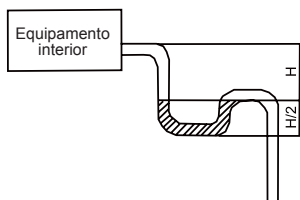

Fig. 21
- (4). Se a mangueira de drenagem não conseguir manter um gradiente suficiente, é necessário equipar um tubo de elevação (disponível no mercado).
- (5). Se o caudal de ar do equipamento interior for intenso, pode causar pressão negativa e resultar em sucção de retorno do ar exterior. Por isso, o sifão de água em U deve ser designado do lado de drenagem de cada equipamento interior (Fig. 21).
- (6). Instale um sifão de água para cada equipamento.
- (7). A instalação do sifão de água deve considerar uma limpeza prática no futuro.